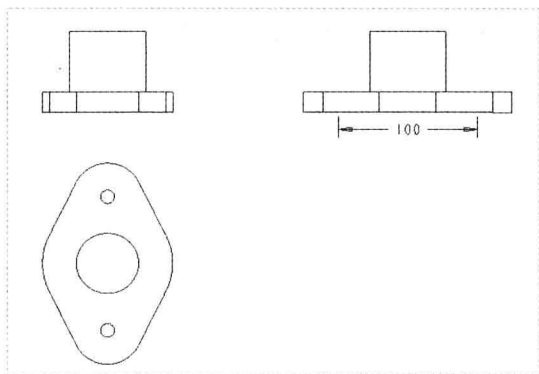

图 12-78 创建曲面尺寸
Step 05 返回到“依附类型”菜单管理器，选择“返回”选项，即可创建曲面尺寸，如图 12-78 所示。